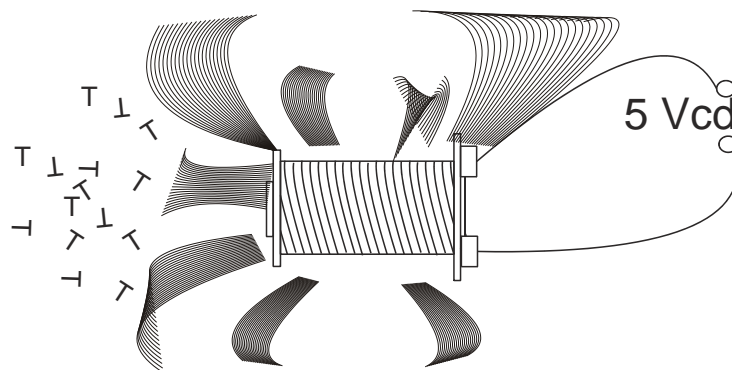

Figura 1. Principio del Electroimán.
Paso 1. Conecte la bobina, sin el núcleo, a la fuente de energía. Mantenga la bobina sobre los clavos de hierro y aumente gradualmente la tensión a 5 volts de cd Figura 1.